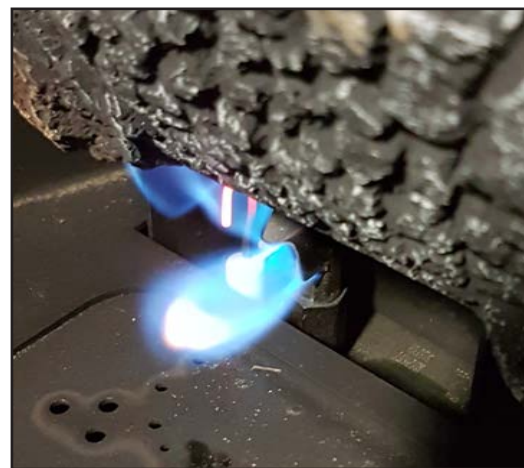

Figure 29: bonne flamme pilote
Périodiquement faire un contrôle visuel des flammes pilotes. Une flamme doit entourer le détecteur de flamme et l'autre doit brûler par les orifices du brûleur (voir Figure 29). Vérifiez également que le brûleur fonctionne correctement, reportez-vous à la section Réglage du venturi.
8. Réinstallez le brûleur, l'ensemble de bûches et la porte vitrée. Reportez-vous également à LA SECTION INSTALLATION SECONDAIRE - INSTALLATION DU JEU DE BÛCHES dans votre manuel du propriétaire. Lors de la réinstallation du brûleur, assurez-vous que la relation entre le brûleur et le capot de la veilleuse et le bouclier est similaire à ce qui est illustré à la Figure 29.
12. Rallumez la veilleuse et confirmez que la flamme recouvre correctement le capteur de flamme (Figure 29). Si la veilleuse nécessite un réglage, tournez la vis de réglage (voir page 30) dans le sens horaire pour diminuer ou dans le sens antihoraire pour augmenter jusqu'à ce que la flamme correcte soit atteinte.